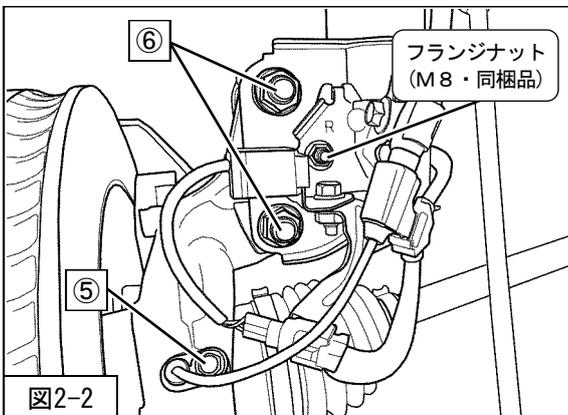

図2-2
を取付けてください。(図2-2) (締付トルク: 155N・m)
※⑥フロントサスペンションASSYロア取付ボルト(2本)を取付ける際は、上側のキャンバー調整用アジャストボルトを取外す前に付けた合いマークを目印にし、上側から規定トルクで締付けてください。(図2-2)
を取付けてください。(図2-2)